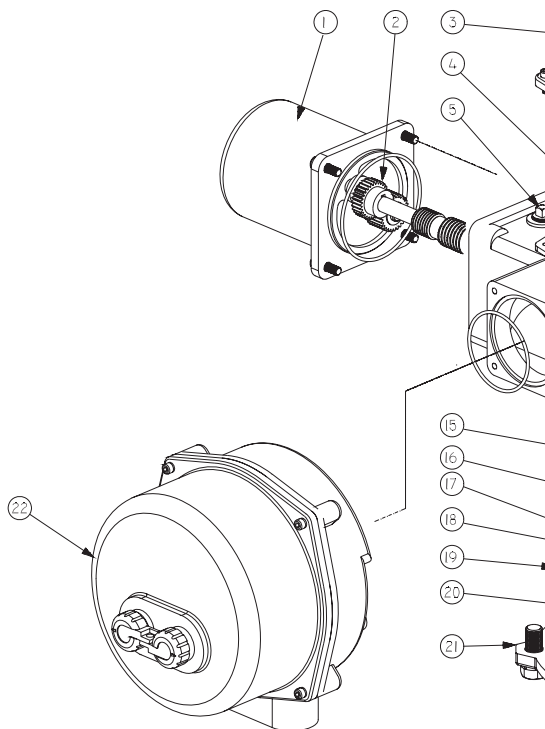
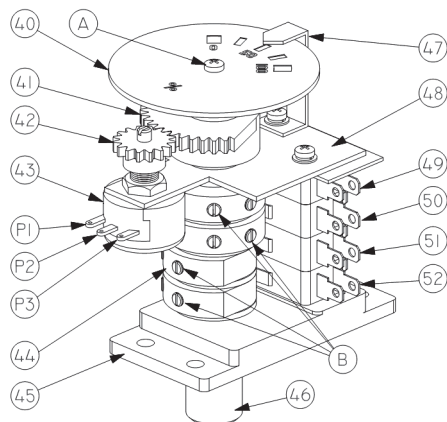
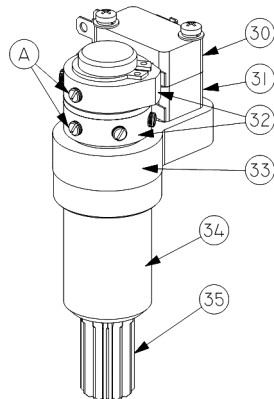

Рис.1 Электропривод ГЗ-ОФ КС
Рис. 2 Индикатор положения затвора арматуры
Рис.3 Двухсторонняя муфта ограничения крутящего момента
Электропривод состоит из следующих узлов и деталей (рис.1): электродвигателя (1); силового редуктора, в состав которого входит: червячный редуктор (11, 16), червячный редуктор маховика ручного дублера (13,19) и планетарная передача (18); двухсторонней муфты ограничения крутящего момента (моментной муфты) (4); ограничителя хода выходного вала (6); индикатора положения затвора арматуры (40, 47) (рис.2); выходного вала (15); механических упоров открытия и закрытия (9,10); клеммной коробки (22) и корпусных деталей.
Вращение электродвигателя (1) через прямозубую цилиндрическую шестерню (2) передается на червячный редуктор (11, 16), который соединен через планетарную передачу (18) с муфтой сцепления (20). Вращение муфты сцепления обеспечивает вращательное движение выходного вала (15). Выходной вал электропривода механически связан с индикатором положения затвора арматуры (40, 47) (рис.2) и ограничителем хода
Ограничитель хода выходного вала (6) механически связан с выходным валом (15). При достижении ограничителем хода выходного вала заданных параметров микровыключатели (49,50,51,52) (рис.2) отключают электропитание электродвигателя.
Индикатор положения затвора арматуры (40,47) (рис. 2) механически связан с валом ограничителя хода выходного вала. После надлежащей настройки указания индикатора соответствуют определенным положениям затвора арматуры независимо от режима работы электропривода – ручного или электрического.
При достижении предварительно установленной величины крутящего момента в положении ЗАКРЫТО или ОТКРЫТО, либо в случае аварийного заклинивания штока затвора арматуры в промежуточном положении, выходной вал (15) (рис.1) с червячным колесом (16) останавливается, а червяк (11), ввинчиваясь в венец червячного колеса (16), вследствие продолжающегося вращения ротора электродвигателя, начинает перемещаться в осевом направлении, сжимая тарельчатые пружины (12). Величина сжатия тарельчатых пружин определена настроенным крутящим моментом моментной муфты. Поступательное движение червяка (11) приводит к вращению вала моментной муфты (34) (рис.3). Кулачки (32), расположенные на валу моментной муфты, нажимают кнопки муфтовых микровыключателей (30, 31), размыкая цепь управления питанием электродвигателя электропривода.
2.6 МЕХАНИЧЕСКИЕ УПОРЫ (рис. 1)
Снять крышку корпуса клеммной коробки (22) (рис.1). Подключить электропривод согласно схеме (рис.3). Закрыть крышку корпуса клеммных колодок. При помощи маховика перевести затвор арматуры в среднее положение. Далее проверить направление движения затвора арматуры при работе от электродвигателя на открытие и закрытие: диск индикатора положения затвора арматуры (40) (рис. 2) должен вращаться в сторону закрытия (открытия). Пуск осуществлять